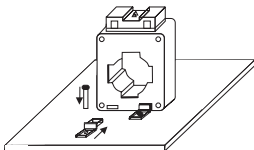

Рисунок 3. Установка трансформаторов на монтажной панели в щитовом оборудовании при помощи держателей.
- на монтажной панели в щитовом оборудовании при помощи держателей (рис.3);